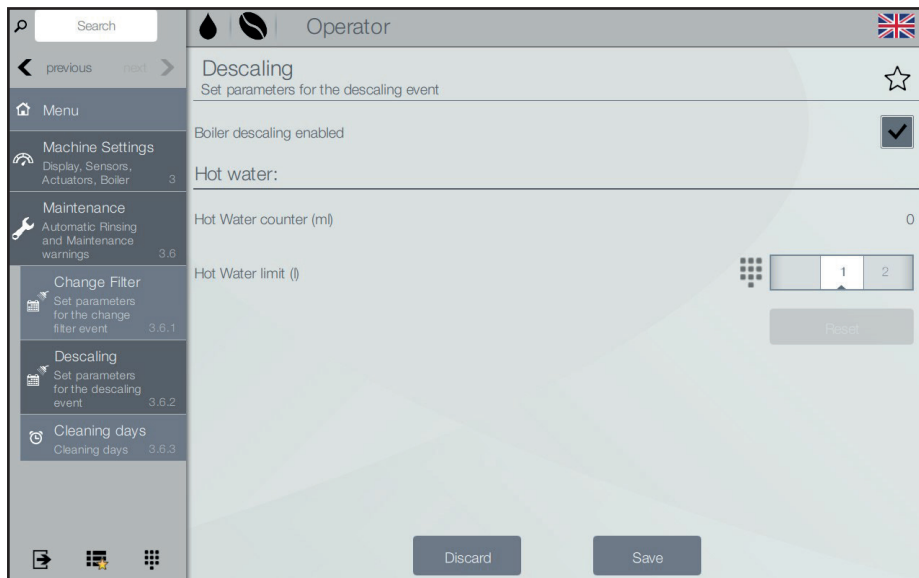

図6.13 - 石灰を除去する
- ボイラーやその他の部品の定期的な石灰除去を希望する場合は、この石灰除去機能を有効にします (図 6.13)。